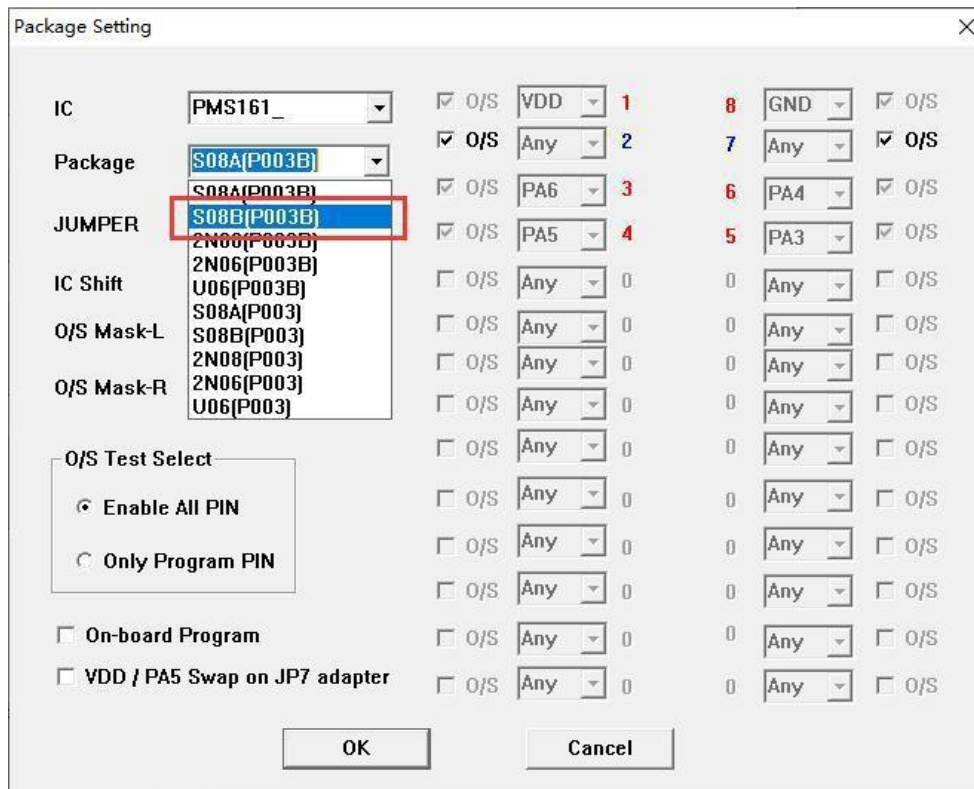

图 22: P3608 (S08B) 在 P003B 转档配置
1. 使用 PDK5S-P-003B 烧录 P36X 系列时, 只有 S08A 封装是烧录器背面 jumper 插 JP2 位置, 正面烧录插座往下空移 4 格, 即可烧录。而其他封装都需要转档, 使用 Jumper7 跳线。接下来以 P3608 (S08B) 的烧录为例, 其他封装需对应修改 “package setting” 界面和 Jumper7 跳线方法即可。封装设置如图 22 所示: